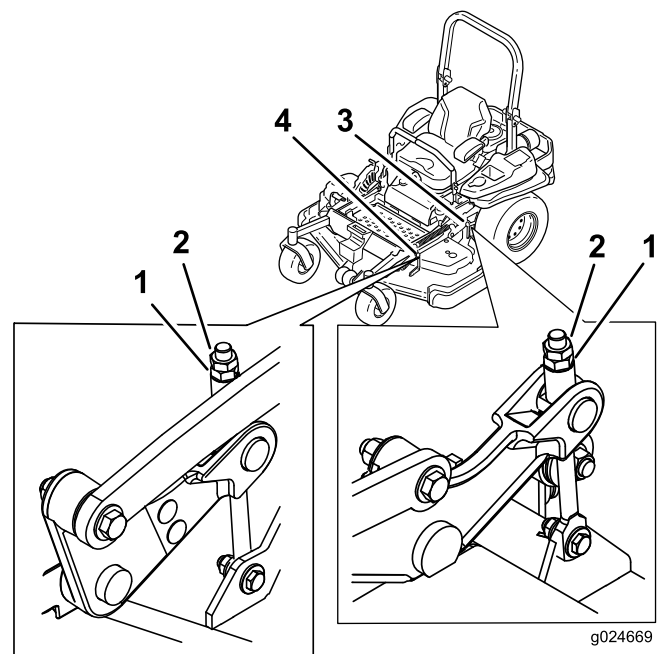

Bild 86
9. Drehen Sie die Einstellmutter am Frontmäherhub, um eine genaue Einstellung zu erreichen (Bild 86).
14. Drehen Sie den Einstellschraube, um eine Höhe von 8,3 cm zu erhalten (Bild 86).